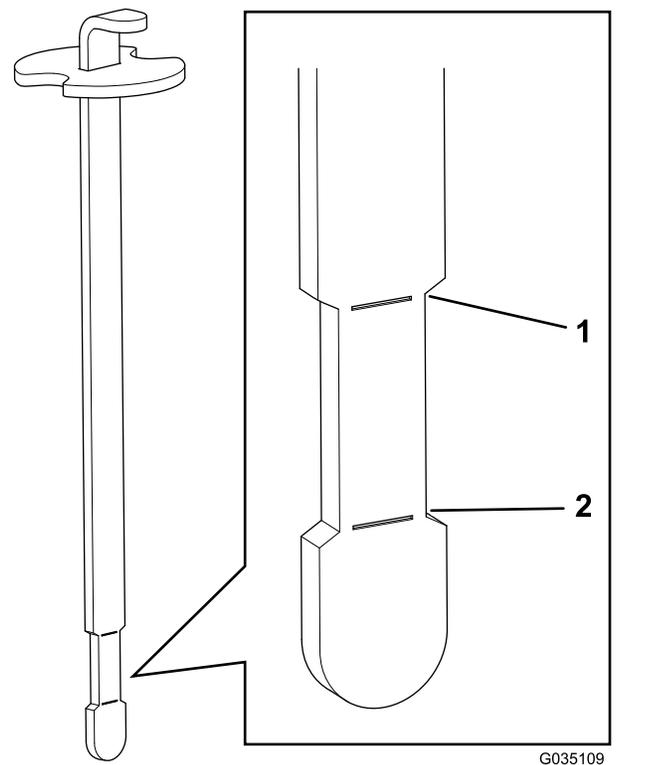

Figure 44
6. Remettez la jauge dans le goulot de remplissage, puis ressortez-la et contrôlez le niveau de liquide (Figure 44).